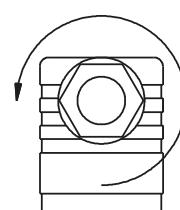

Fig. 3
- ✚ Loosen the M16x1.5 cable gland (→ Fig. 3).